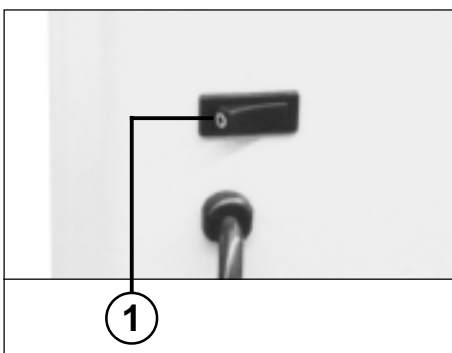

Fig. 1
- 1 = Vippomkopplare "Driftsklar" (Fig. 1)**
Sätt på maskinen med vippomkopplaren (1) (fig. 1). Därmed tänds lampan "Driftsklar" (5) och den röda stoppknappen "S" (3) (fig. 2) som tecken på att maskinen är klar för användning.
Om motorn överbelastas stängs den av. Koppla från maskinen med vippomkopplaren (1) (Fig. 1). Låt den svalna i 15-20 minuter, beroende på rumstemperaturen. Sedan kan den startas igen.
Kom ihåg att koppla ifrån apparaten för natten. (Tryck på vippomkopplaren (1) (Fig. 1)).